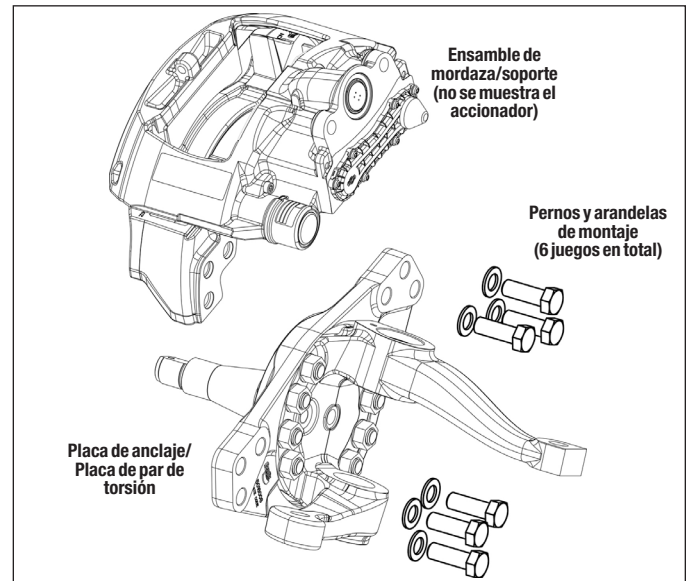

Figura 42 – Montaje axial de mordaza/sopORTE
- 5.3.6 Desconecte las mangueras de aire a la cámara del freno (consulte la figura 42). Apoye el freno de disco neumático con los medios necesarios para retirar los seis pernos que sujetan el freno a la placa de anclaje y retire el ensamble de mordaza/sopORTE del vehículo.